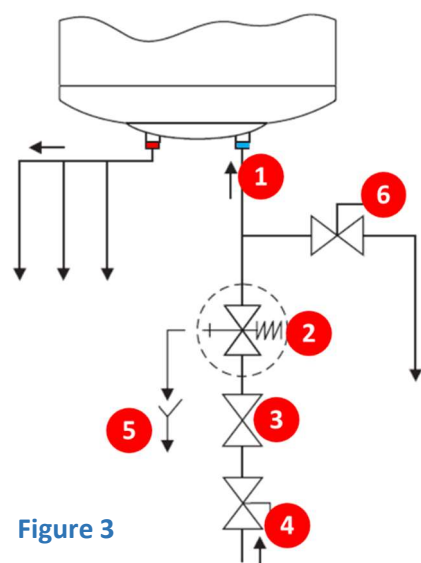

Figure 3
Ci-contre (figure 3), un schéma de principe pour le raccordement hydraulique
- Ouvrir le robinet 6 (figure 3) pour laisser couler toute l'eau contenue dans le chauffe-eau. Si l'installation ne dispose pas d'un robinet de ce type, le chauffe-eau peut être vidangé comme il suit :